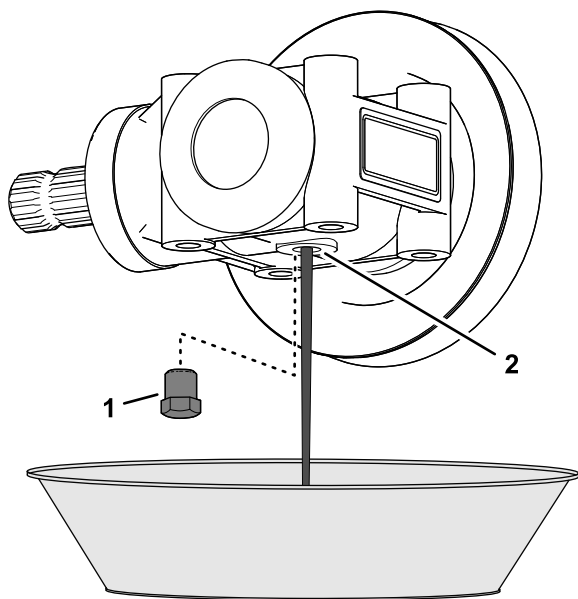

**Figura 118**
2. Rimuovete i 4 bulloni che fissano la scatola a ingranaggi del piatto di taglio al supporto della scatola (Figura 118).
1. Allineate i fori della scatola a ingranaggi del piatto di taglio con i fori del supporto della scatola; fate riferimento alla Figura 118 in Rimozione della scatola a ingranaggi (pagina 83).